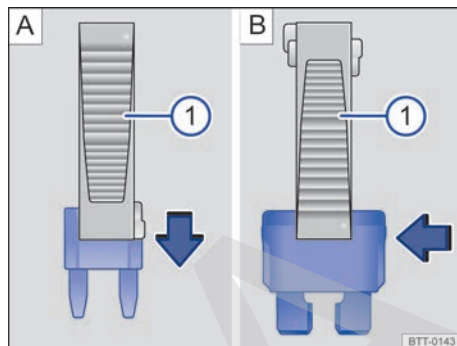

Fig. 143 Quitar o instalar un fusible con la garra de la pinza de plástico (1).
- De ser necesario, retirar la pinza de plástico → fig. 143 (1) del soporte. El soporte se encuentra en la parte trasera de la caja de fusibles cerca de la toma de conexión para diagnóstico.
- En caso de *fusibles pequeños*, encajar la garra (1) por encima → fig. 143 A.
- En caso de *fusibles mayores*, empujar la garra (1) lateralmente sobre el fusible → fig. 143 B.